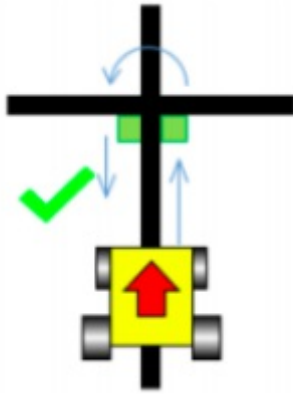

Figura 9 – Caminhos obrigatórios que o robô deve seguir ao encontrar um beco sem saída.
11.3 O beco sem saída acontece quando há duas marcas verdes antes de um cruzamento (uma em cada lado da linha), como na Figura 9. Neste caso, o robô deve se virar e voltar a seguir linha preta de onde veio no sentido contrário.